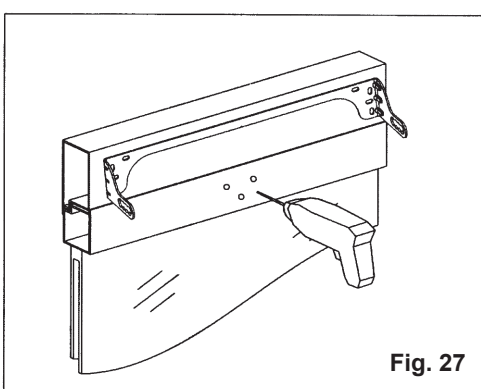

Fig. 27
- 6) **Fig. 27/28** - Con un taladro adecuado realizar 3 agujeros de $\varnothing 3,7$ mm en la puerta y sujetar la brida con los tornillos adecuados;